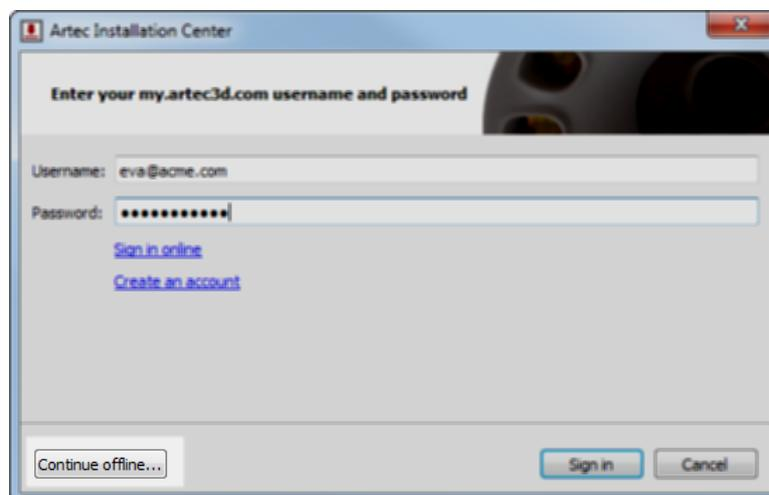

Abbildung 21: Artec Installation Center Authentifizierungs-Dialog
2. Während der Installation wird der Login-/Passwort-Dialog entsprechend *Abb. 21* angezeigt. Auf *Offline fortsetzen* klicken